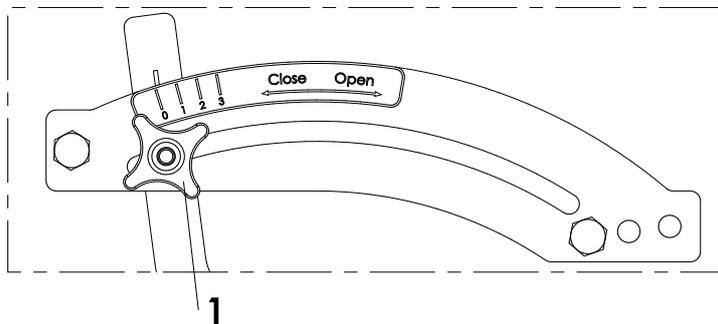

Figure 7
3. La valve de l'élément peut être réglée en fonction de la taille de la semence qui sera semée. Pour les semences d'herbe fine, la valve de l'élément doit être complètement fermée. La roue dentée entraîne alors la semence avec elle. Avec des semences plus grosses, l'espace entre la roue dentée et la valve n'est pas assez grand pour que les semences puissent passer. C'est la raison pour laquelle il faut ouvrir davantage la valve en cas de semences plus grosses. Le réglage de la taille de l'ouverture se fait à l'aide de la poignée de réglage de la valve. La poignée peut être réglée en desserrant le bouton étoile (1), en sélectionnant la position souhaitée et en resserrant le bouton étoile. (Figure 7)